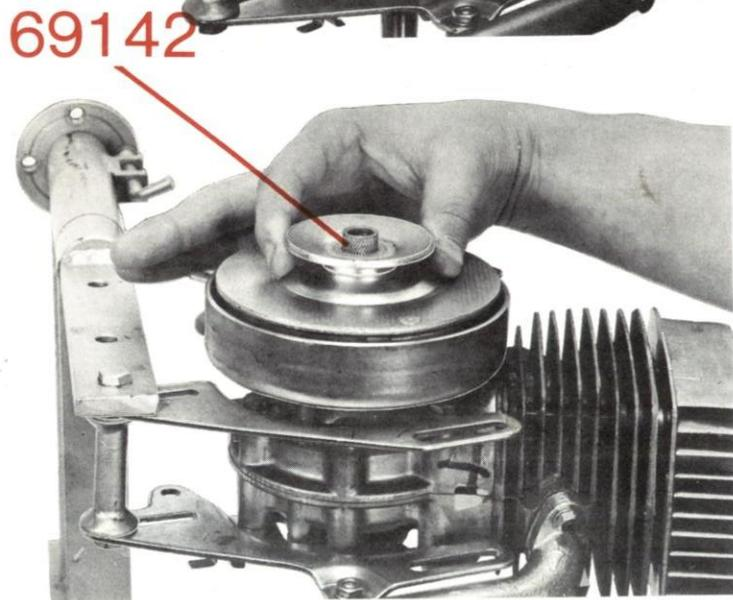

Figure 11
- Retirer l'écrou (G) ainsi que les rondelles (P) et (H).
- Visser en bout de vilebrequin la douille de maintien n° 69142 (figure 11).
- Retirer la poulie motrice (B).
- Retirer ensemble le flasque d'embrayage (E), le tambour d'appui des billes (D) et les billes.